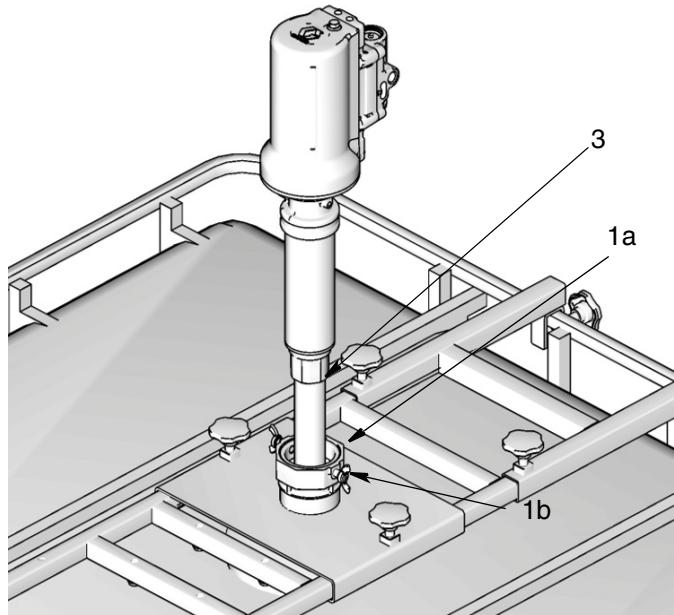

Рис. 10
- Вставьте всасывающую трубку (3) насоса в резервуар через переходник втулки (1a) (Рис. 10).
Зафиксируйте насос на месте, затянув винты с прокладками (1b) (Рис. 10).